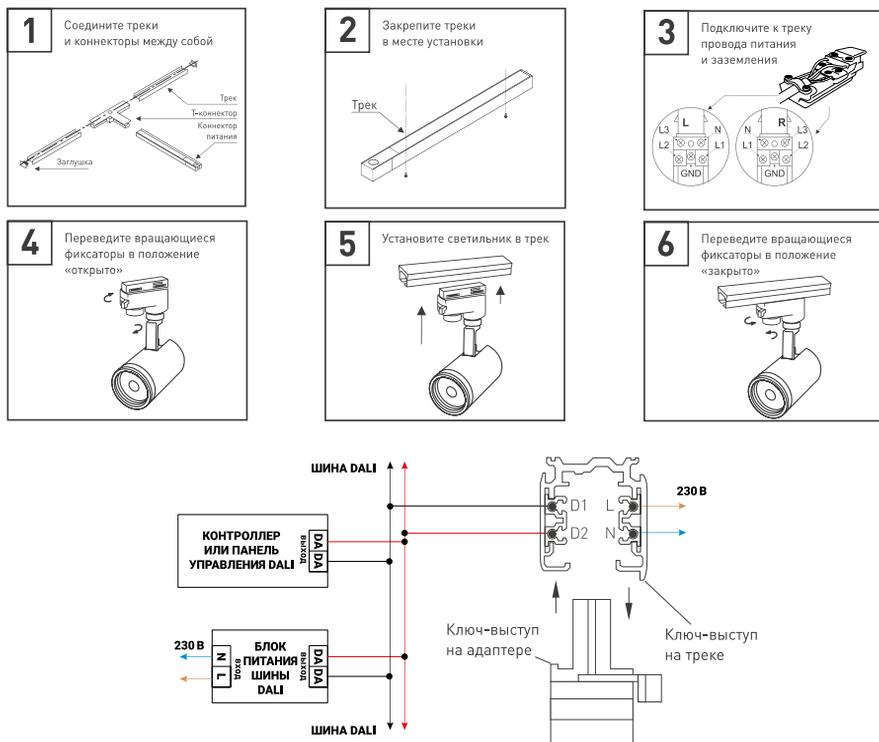

Рис. 2. Установка светильника в трек и подключение светильника
- 3.4. На коннекторе питания открутите винт и снимите крышку. Подсоедините провода, подводящие питание, к винтовым клеммам согласно рис. 2. Используйте 5-жильный кабель. Обязательно подключите защитное заземление к клемме GND.
- 3.6. Вставьте светильник в трек, для чего ориентируйте ключи-выступы на адаптере и на треке, как показано на рис. 2.